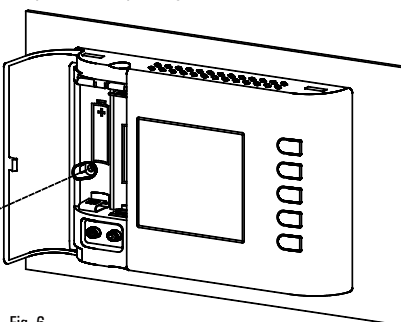

Fig. 6
- Fixer le corps di chrono-thermostat à la plaque murale par la vis incluse dans la confection et qui se trouve à l'intérieur du compartiment des piles (Fig. 6).